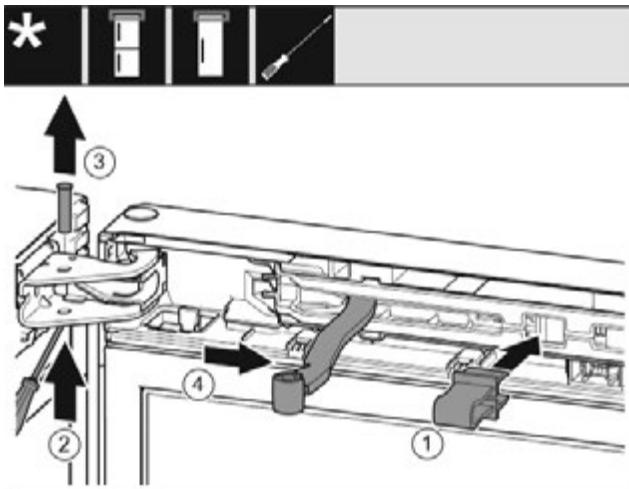

Fig. 7
- Зафіксуйте запобіжник в отворі. Fig. 7 (1)
- Виштовхніть палець за допомогою викрутки. Fig. 7 (2)
- Вийміть гвинт рухом нагору. Fig. 7 (3)
- Поверніть шарнір у напрямку дверцят. Fig. 7 (4)